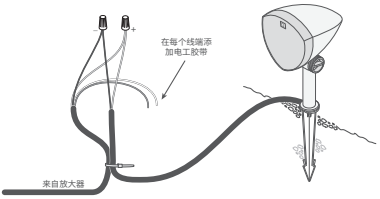

图 5
2. 从离放大器最近的扬声器开始,根据下表剥去相应放大器通道的埋地线切割端 3/4 英寸 (1.9 厘米) 的绝缘层,然后剥去相应扬声器尾纤末端的绝缘层。用电工胶带包裹所有未使用的线缆,以防受潮和短路 (见图 5)。
3. 用扎带将直埋电缆连接到扬声器尾纤 (见图 5)。